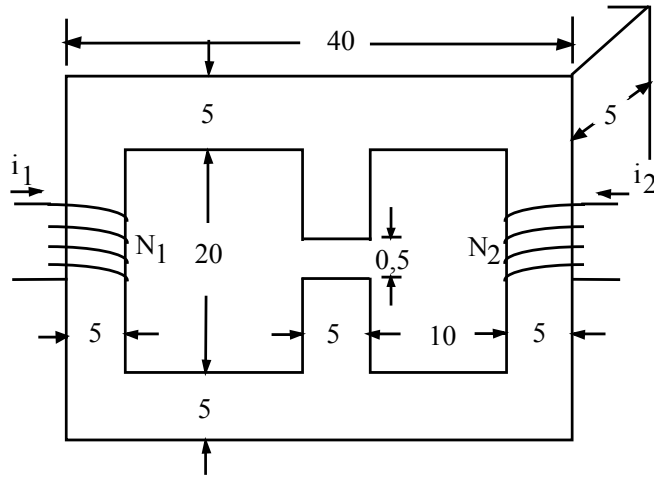

Figura 1.10
1.15.- Para el circuito magnético de la Figura 1.10, las corrientes son de $1,0$ y $4,0 \text{ Amperes}$ respectivamente, las bobinas tienen 500 espiras cada una y la dimensiones está dadas en cm, determine:
1.16.- Para el sistema de la Figura 1.10, $N_1=500$ espiras, $N_2=300$ espiras, $i_1=2 \text{ A}$, $i_2=3,5 \text{ A}$. Suponga que el núcleo de material magnético tiene comportamiento eléctrico lineal de forma que $\mu_{Fe} = 1200 \mu_0$: